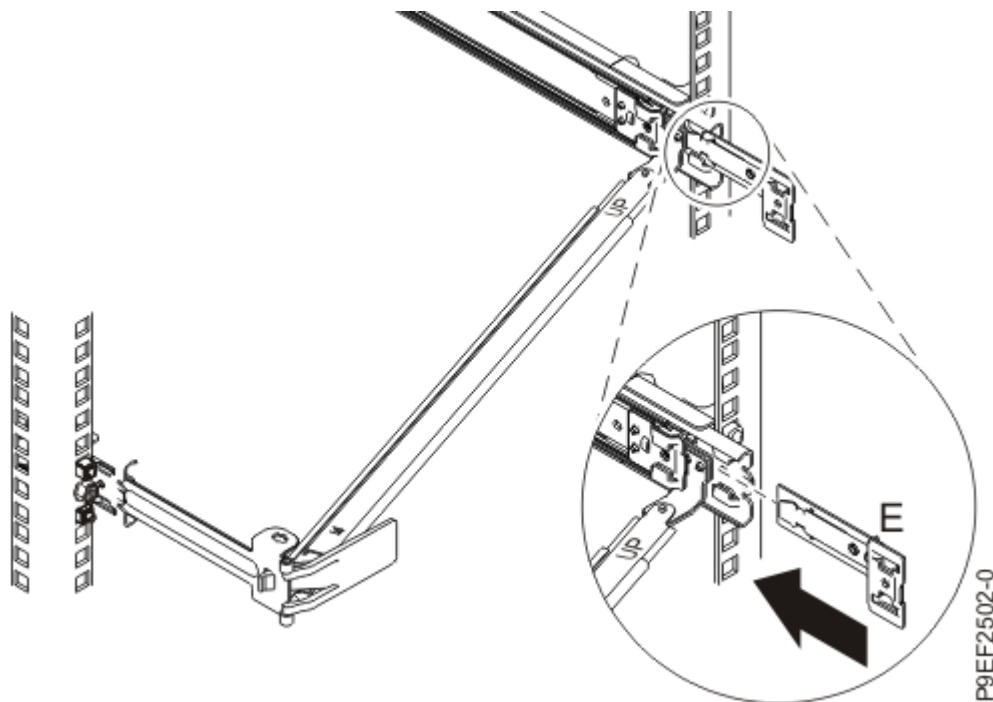

Figura 12. Instalar o suporte de extensão na calha deslizante
5. Deslize o suporte de extensão **(E)** para a calha deslizante direita até o pino suprido de molas encaixar na posição correcta. Para obter detalhes, consulte Figura 12 na página 12.